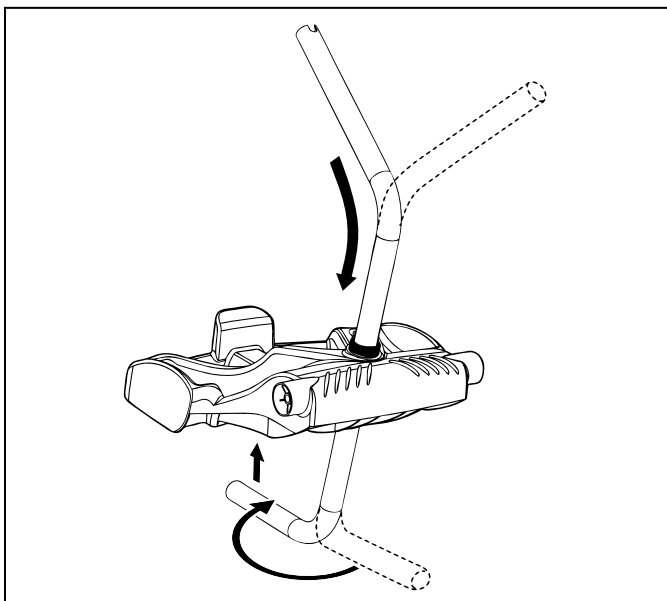

Figure 3. Raccorder le cadre de métal au module de base
2. Insérer la tige de métal du cadre de manutention dans le module de base en positionnant l'extrémité avec encoche vers le haut, puis tourner pour que les coudes ne soient pas orientés dans votre direction. (Figure 3).
3. Pousser l'unité de base vers le bas (Figure 3) pour asseoir la tige de métal du cadre de manutention dans le renforcement situé sous la base.